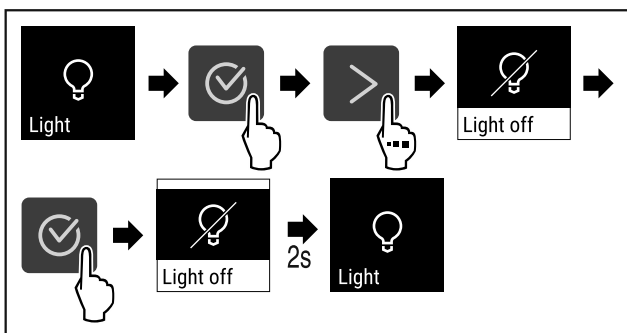

Fig. 85
- ▶ Провести етапи операцій (див. Fig. 85) .